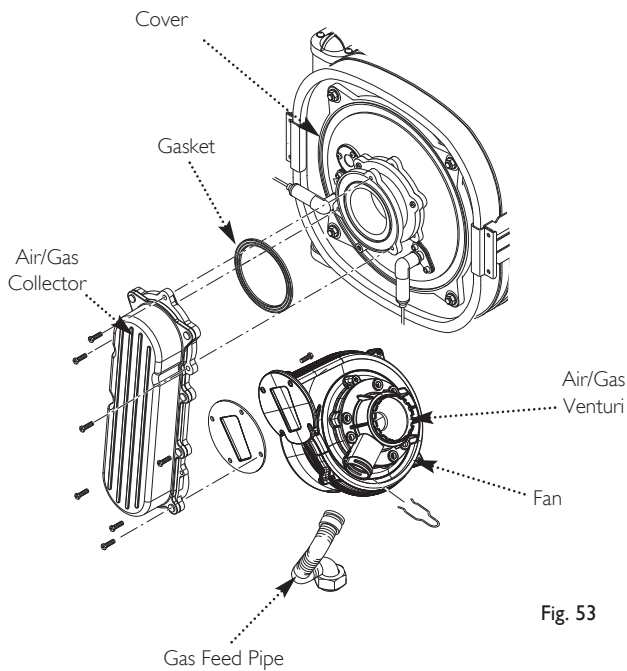

Fig. 53
15.3 Fan (Fig. 53)
15.4 Air/Gas Venturi (Figs. 53 & 54)